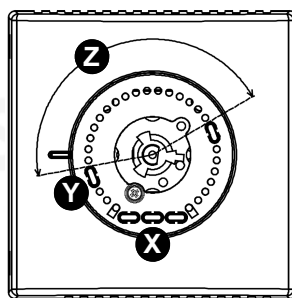

Fig. 11 / Рис. 11.
2. Extraer los interruptores de correa mecánicos (X) ubicados al lado del asiento del mando y posicionarlos (Y) como en el ejemplo de la Fig. 11.
2. Retirar os pinos (X) e posicioná-los (Y) como no exemplo da Fig. 11.
2. Вынуть механические ограничители (X), установленные сбоку гнезда ручки и установить их (Y) как указано на рис. 11.
2. Prelevare i cavalieri meccanici (X) parcheggiati a lato della sede manopola e posizionarli (Y) come nell'esempio di Fig. 11.
2. Pick up the plastic pins (X) parked at one side of the knob area and set them (Y) as in the example of Fig. 11.
2. Retirer les cavaliers mécaniques (X) et les positionner (Y) comme dans l'exemple de la Fig. 11.
2. Die Reiter aus Kunststoff (X) herausnehmen, die sich auf der Seite des Drehgriffsitzes befinden und sie laut Beispiel Fig. 11 anordnen (Y).
- Auf diese Weise ist der Drehungsbereich (Z) wie im dargestellten Bogen begrenzt.